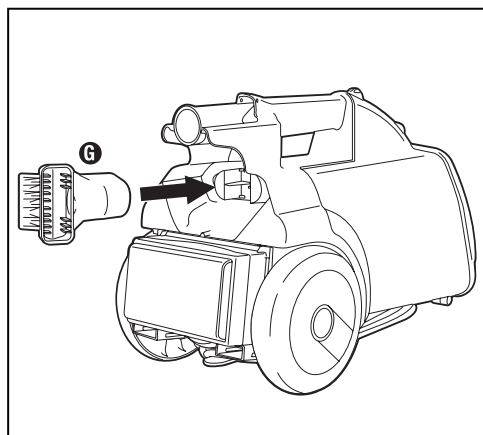

Fig.4
- Étape 4 :** Placez l'outil combine **G** dans la position de rangement à l'arrière du traîneau (Fig. 4).